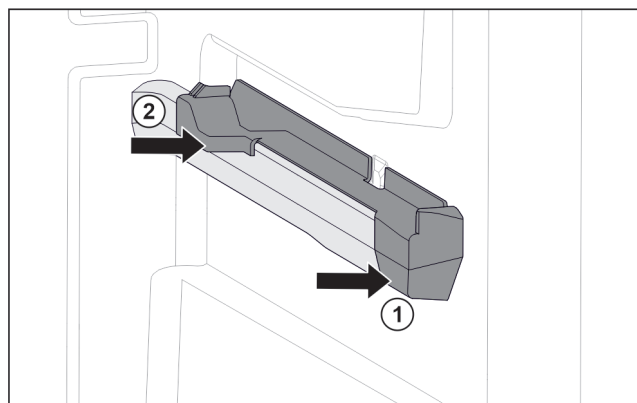

Fig. 97 右侧容器肋梁上的插装件
- ▶ 将插装件前部放到容器肋梁上。 Fig. 97 (1)
- ▶ 压紧插装件后部。 Fig. 97 (2)